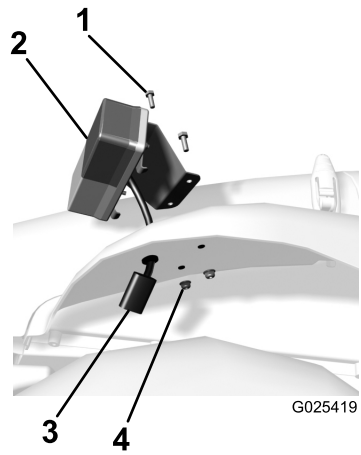

Figura 6
- 1. Instale el intermitente izquierdo en el guardabarros delantero izquierdo usando los taladros realizados anteriormente (Figura 6).